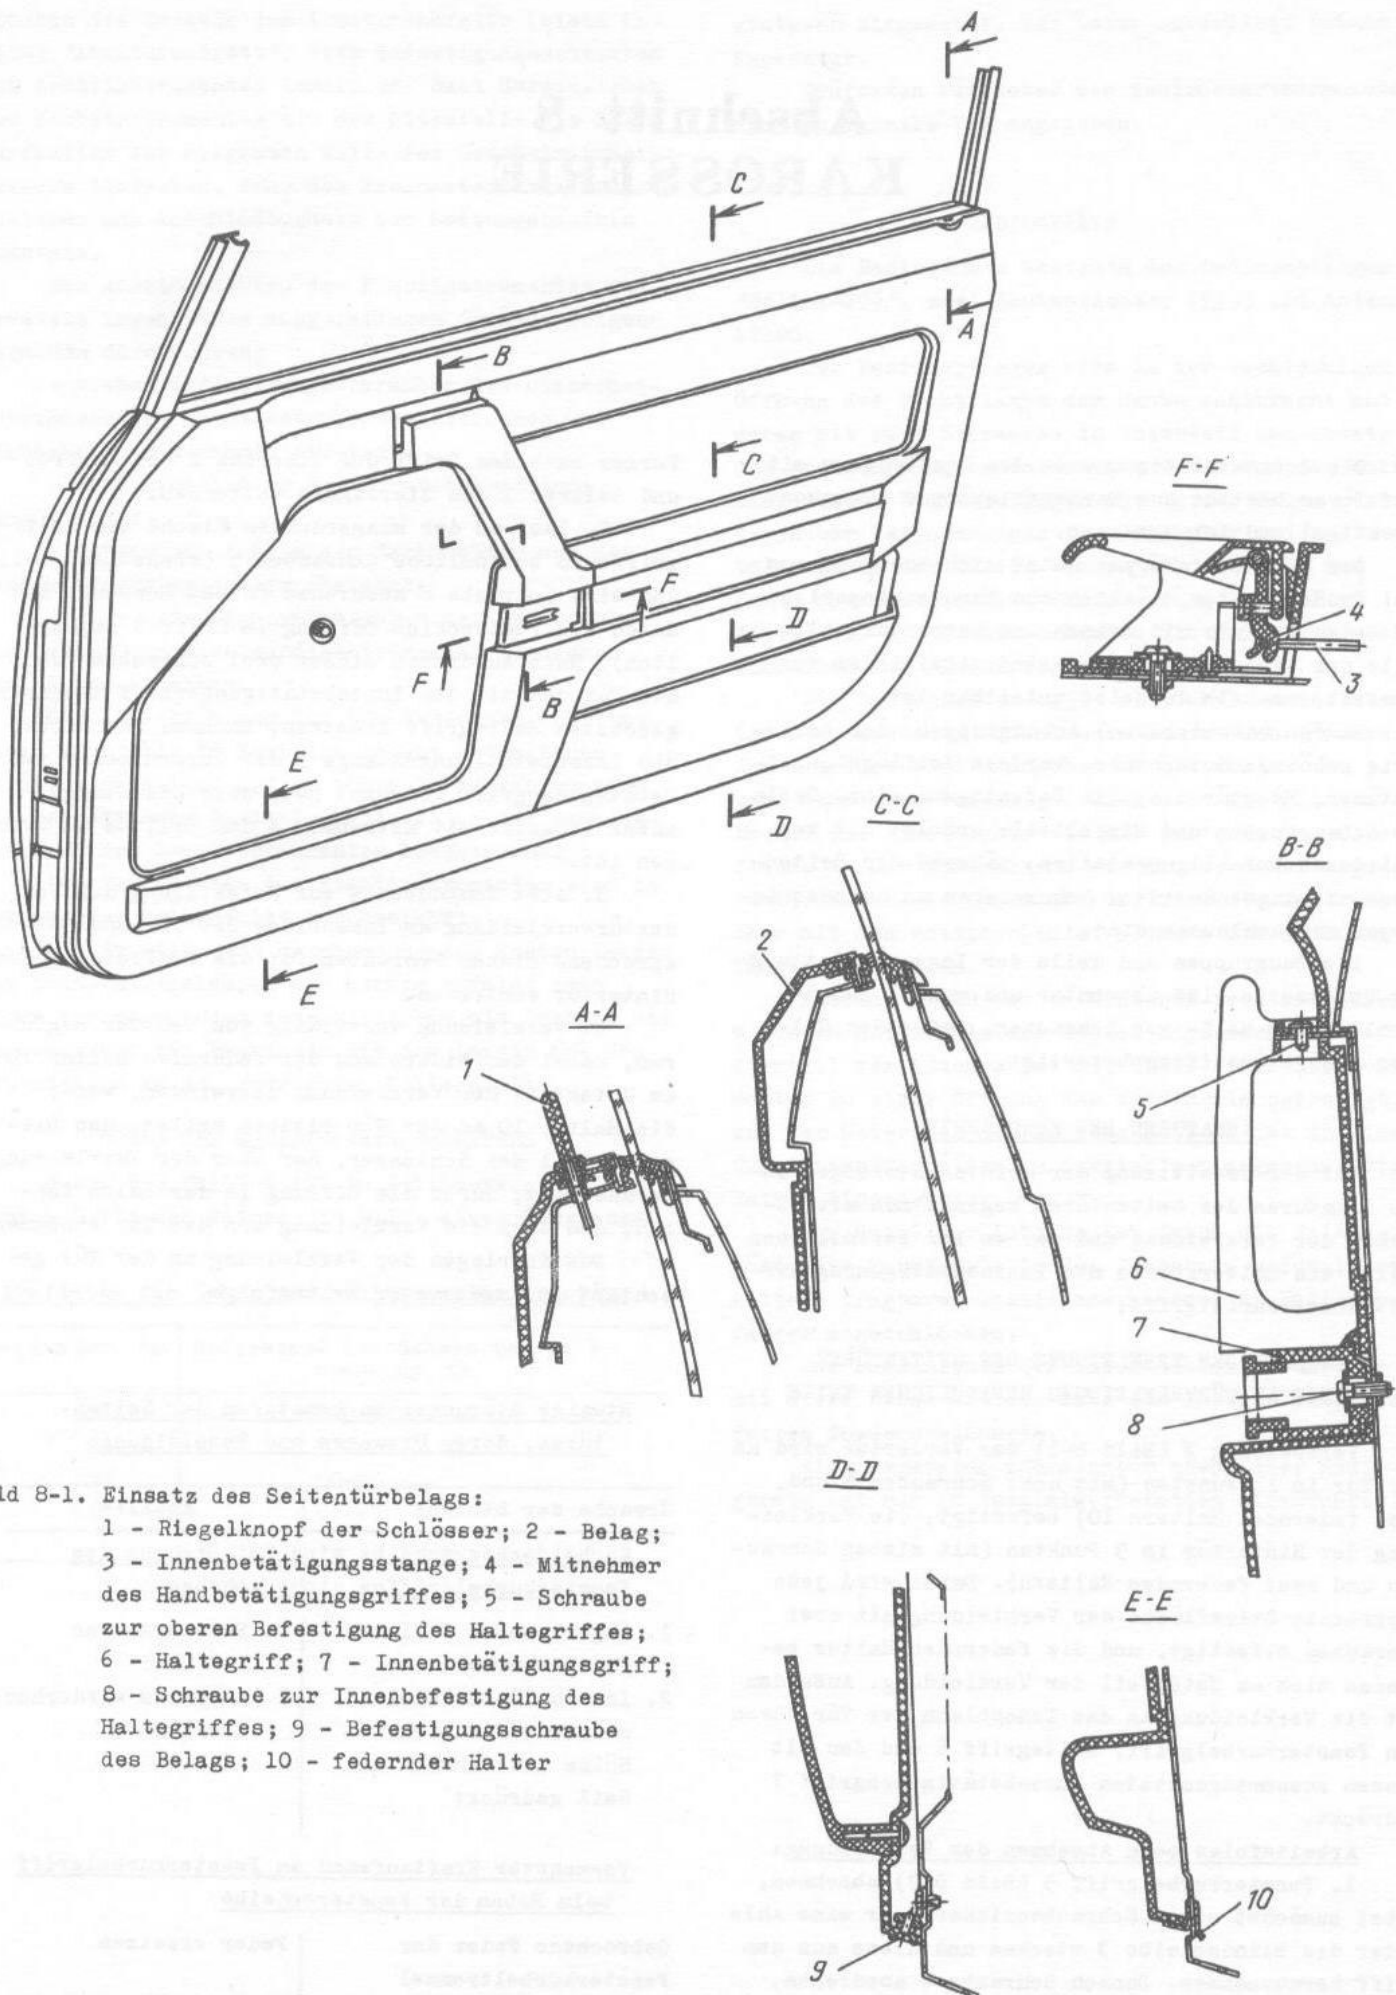

Bild 8-1. Einsatz des Seitentürbelags:
Verkleidung 2 (Bild 8-1) der Vordertür wird an der Tür in 11 Punkten (mit acht Schrauben 9 und drei federnden Haltern 10) befestigt, die Verkleidung der Hintertür in 9 Punkten (mit sieben Schrauben und zwei federnden Haltern). Dabei wird jede senkrechte Stirnfläche der Verkleidung mit drei Schrauben befestigt, und die federnden Halter befinden sich am Unterteil der Verkleidung. Außerdem ist die Verkleidung an das Innenblech der Tür durch den Fensterkurbelgriff, Haltegriff 6 und den mit diesem zusammengesetzten Innenbetätigungsgriff 7 gedrückt.
2. Zwei an der waagerechten Fläche des Haltegriffes 6 befindliche Schrauben 5 (siehe Bild 8-1) und eine Schraube 8 ausdrehen (diese Schraube ist durch die rechteckige Öffnung in Griff 7 zugänglich). Nach Ausdrehen dieser drei Schrauben von der Tür den mit dem Innenbetätigungsgriff zusammengesetzten Haltegriff absetzen, nachdem man vorher die Innenbetätigungsstange 3 der Türschlösser vom Betätigungsgriff getrennt hat, wozu die Stange außer Eingriff mit Mitnehmer 4 des Griffes zu bringen ist.